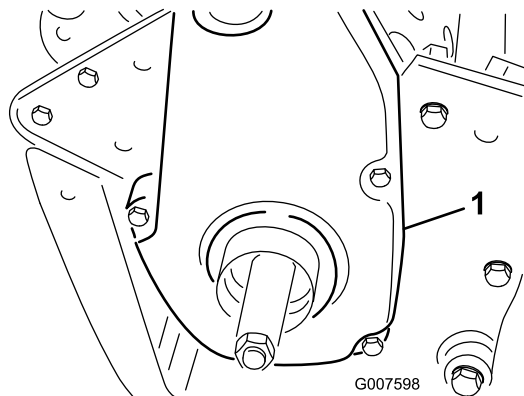

Bild 43
6. Nehmen Sie die hintere Riemenabdeckung rechts an der Maschine ab (Bild 43).